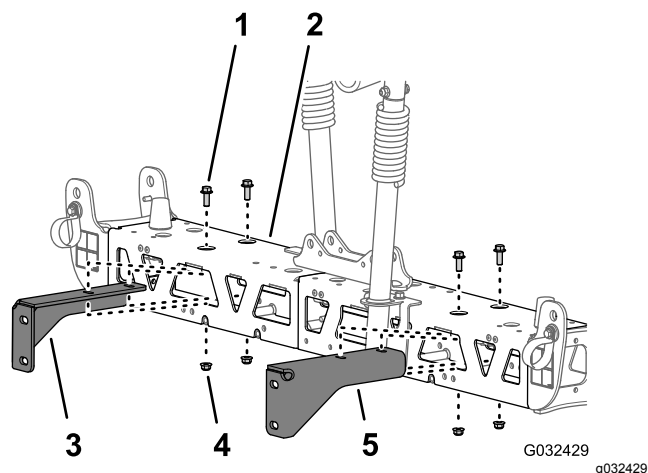

Рисунок 51
- Отверните 2 болта с фланцевыми головками (¾ x 1 дюйм) и 2 фланцевые контргайки (¾ дюйма), которые крепят опорный кронштейн к средней секции опрыскивателя, и снимите кронштейн (Рисунок 51).
- Отверните 2 болта с фланцевыми головками (¾ x 1 дюйм) и 2 фланцевые контргайки (¾ дюйма), которые крепят другой опорный кронштейн к средней секции опрыскивателя, и снимите кронштейн (Рисунок 51).